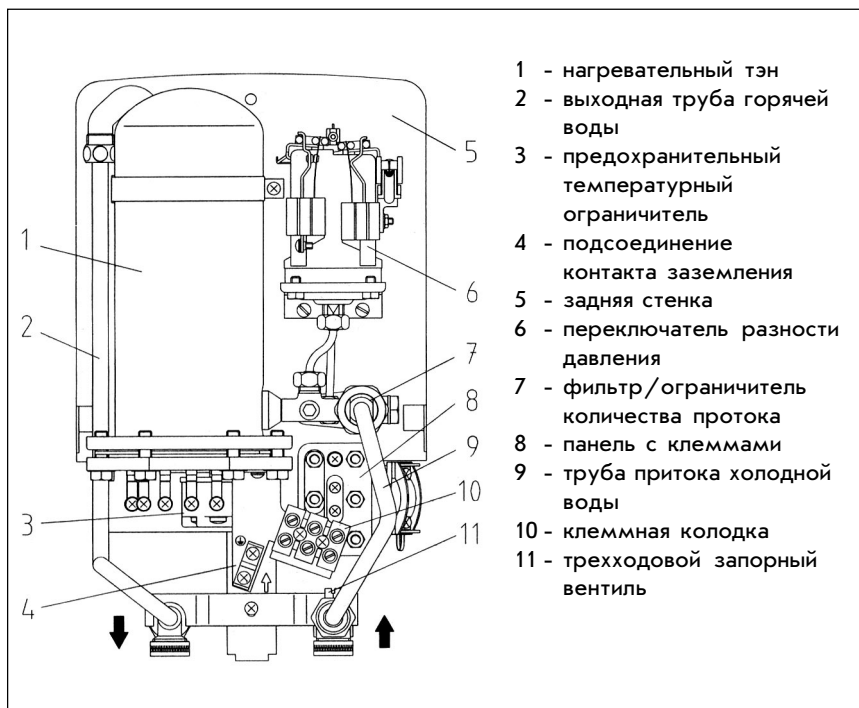

Рис. 3
- произвести электроподключение к клеммам согласно рис.5 и подключить клемму заземления (поз.4, рис.3).
- балансиры включения, установленные на переключателе разности давления, имеют транспортировочные предохранители в виде резиновых колец (поз.6 на рис.3). Кольца следует осторожно удалить (например ножом), не задевая при этом балансиры включения и контактные пружины.
- если в момент включения прибора ДНА отсутствует необходимое давление потока (табл.2), то ограничитель количества протока должен быть демонтирован. Благодаря этому, данные в таблице 2 величины должны быть достигнуты. Перед демонтажем ограничителя протока (рис.3) прибор отключить от сети.